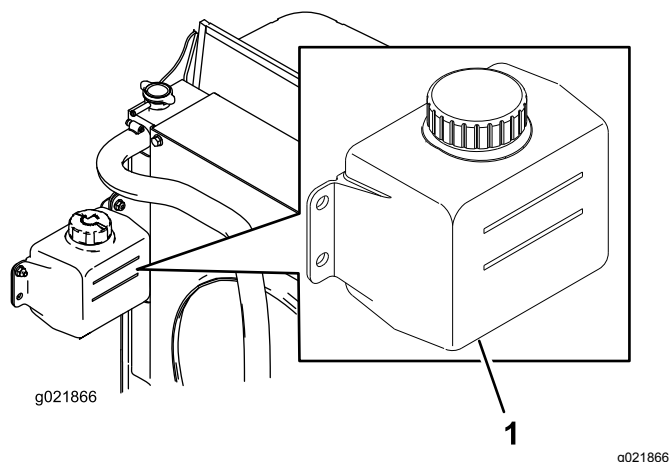

Figure 29
1. Vérifiez le niveau du liquide de refroidissement dans le vase d'expansion (Figure 29).